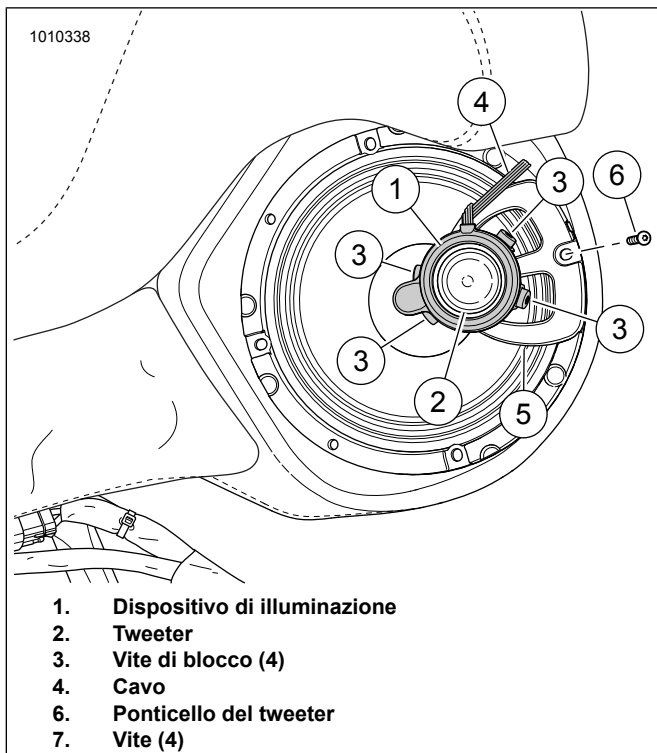

Figura 15. Tweeter, ponticello del tweeter, luce LED e altoparlante
Vedere la figura 15. Collocare il dispositivo di illuminazione (1) sul tweeter (2) come mostrato. Premere leggermente il dispositivo di illuminazione per posizionarlo.